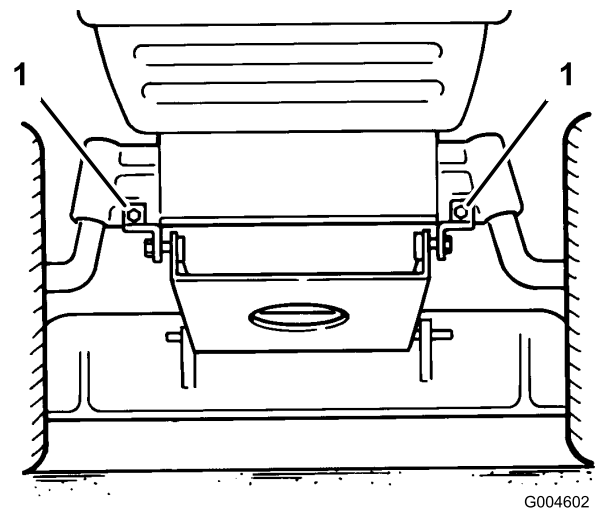

Bild 38
14. Ziehen Sie die zwei Mähwerkgelenkbefestigungshalterungen von der Vorderachse (Bild 38).
11. Montieren Sie die Mähwerk-Schwenkhalterungen mit Schrauben und Sicherungsmuttern an der Vorderachse (Bild 38).